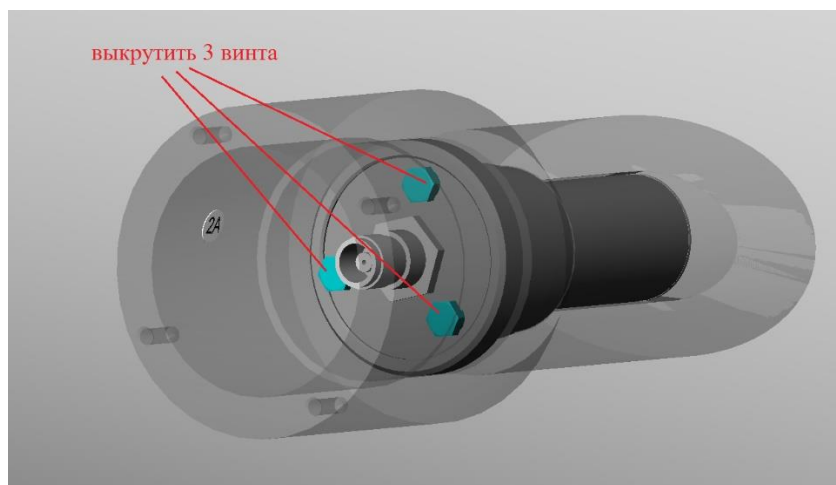

Рисунок 41 – винты фиксации крышки
4.2.2.7 Отвернуть 3 винта, фиксирующих крышку сенсора, указанных на рисунке Рисунок 41.